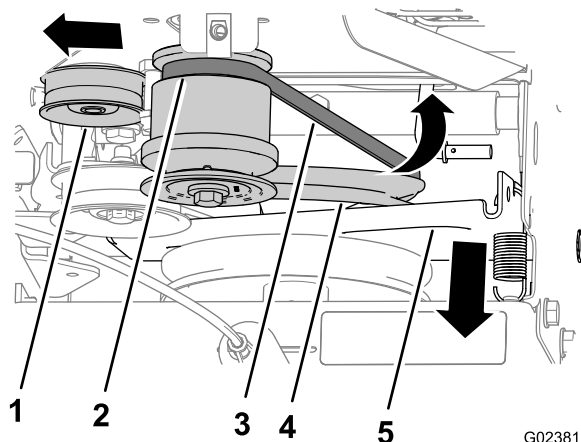

Figure 41
4. Faites pivoter le support de la commande de déplacement et la poulie de déplacement en avant (Figure 41).
5. Tirez la poulie de tension vers l'extérieur (Figure 41).
7. Déchaussez la courroie de la gorge arrière de la poulie du moteur et déposez-la de la machine (Figure 41).
2. Alignez la courroie dans la gorge au fond de la poulie de déplacement (Figure 41).
3. Tirez la poulie de tension vers l'extérieur (Figure 41).
4. Chaussez la courroie dans la gorge arrière de la poulie du moteur (Figure 41).